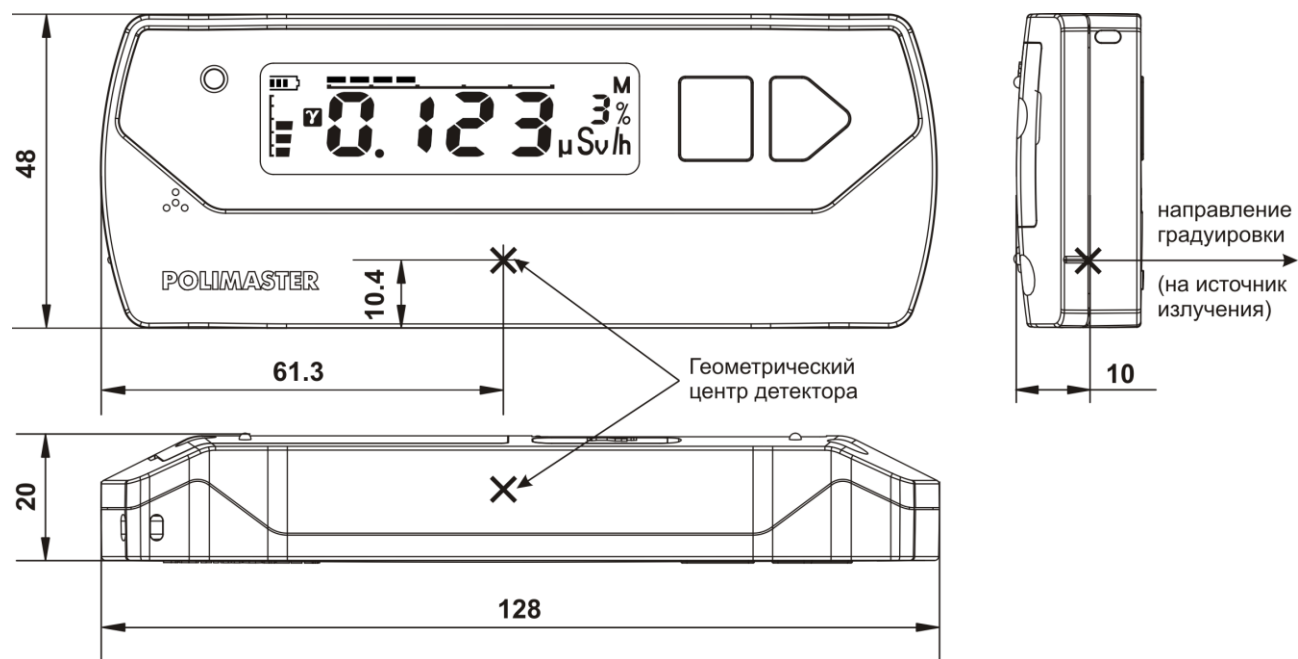

Рисунок 1.2 – Габаритные размеры, расположение геометрического центра детектора прибора, направление градуировки
- снять защитную крышку с гнезда разъема USB прибора (рисунок 1.2);